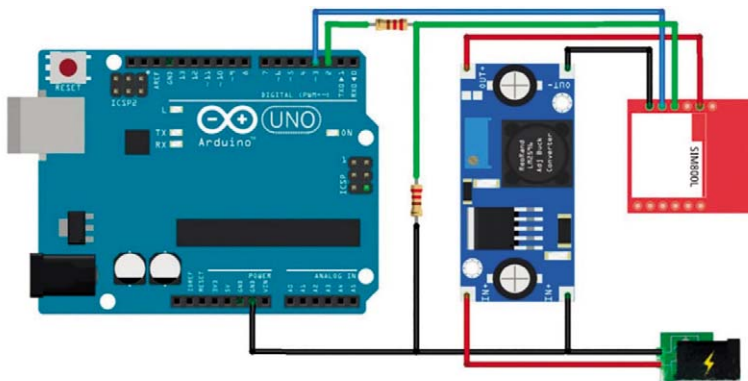

Рис. 2.7
3. Подключить вывод Tx модуля к выводу 3 платы Arduino (рис. 2.7).
4. Вывод Rx нельзя подключать напрямую, так как цифровые пины Arduino Uno работают с напряжением +5В. Модуль SIM800L использует +3,3В. Поэтому необходимо сигнал Tx, поступающий от Arduino UNO, понизить до 3,3В. Самый простой способ: воспользоваться делителем напряжения на резисторах (рис. 2.7). Подключаем резистор на 10 кОм между выводом Rx (SIM800L) и выводом 2 (Arduino) и второй резистор на 10 кОм между выводом Rx (SIM800L) и GND. Теперь осталось подключить питание модуля. В примере используется стабилизатор напряжения на LM2596.